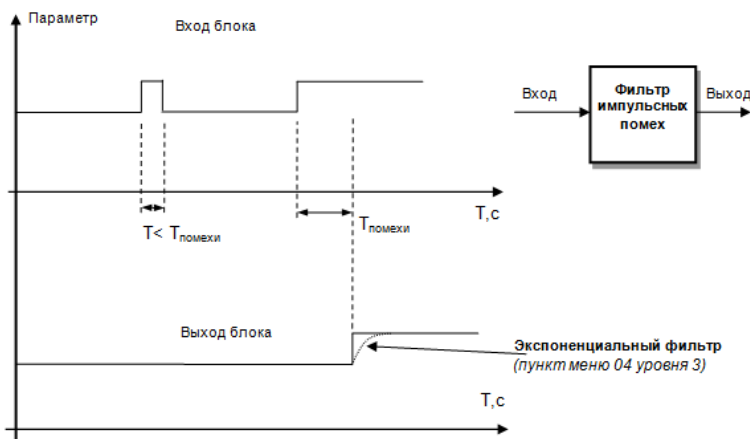

Рисунок 3.6 – Принцип работы фильтра импульсных помех и экспоненциального фильтра
1. **Фильтр импульсных помех.** Используется для подавления импульсных помех. Определяется параметром **3.05** «Максимальная длительность импульсной помехи». Если в каком либо цикле измерения технологического параметра обнаружено его изменение, то предполагается возможность действия помехи и выходной сигнал сформируется (с учетом усреднения измерительных значений) по истечении установленного времени длительности помехи. То есть, если длительность изменения сигнала больше заданного $T_{\text{помехи}}$, то это изменение расценивается как естественное и принимается в дальнейшую обработку с задержкой времени $T_{\text{помехи}}$ (рисунок 3.6). Работа данного фильтра вносит дополнительное транспортное запаздывание в систему регулирования, которое равно величине параметра «Максимальная длительность импульсной помехи». Поэтому всегда нужно стремиться минимизировать данный параметр.
4. Экспоненциальный фильтр (рисунок 3.6). Фильтр используется для подавления помех, а также для подавления «дребезга» индикации (частых изменений показания индикатора из-за колебаний входного сигнала). Определяется параметром 3.04 «Постоянная времени цифрового фильтра».